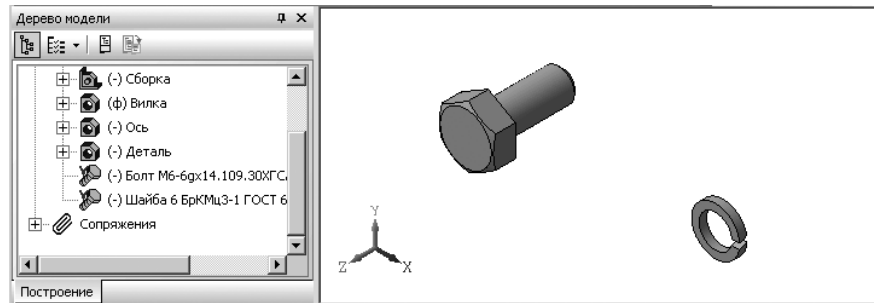

Рис. 6.71. Возможное состояние окна **Сборка** после изменения масштаба
- переместите указатель мыши в конечную точку рамки, а затем щелкните мышью. Возможное состояние окна **Сборка** показано на рис. 6.71.